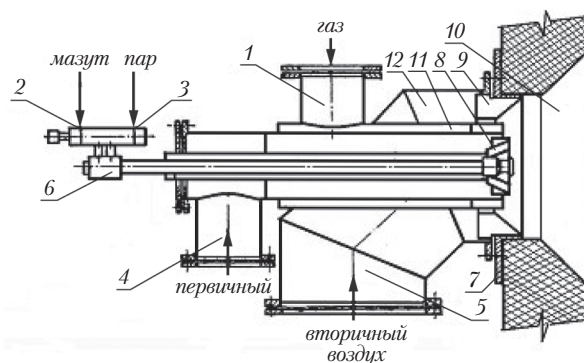

Рис. 13. Комбинированная однопоточная горелка ГМГм:
3. Комбинированные горелки ГМГм (рис. 13) предназначены для совместного или раздельного сжигания более чем одного вида топлива. Конструктивно комбинированная горелка часто представляет собой устройство, в котором соединена